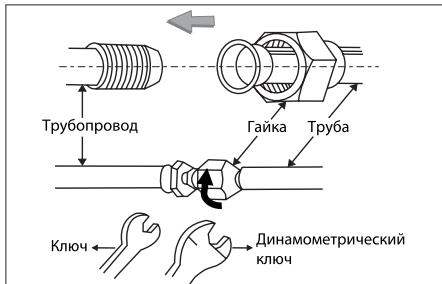

Рис. 11
- Плотно закрутите гайку динамометрическим ключом до щелчка (рис. 11).